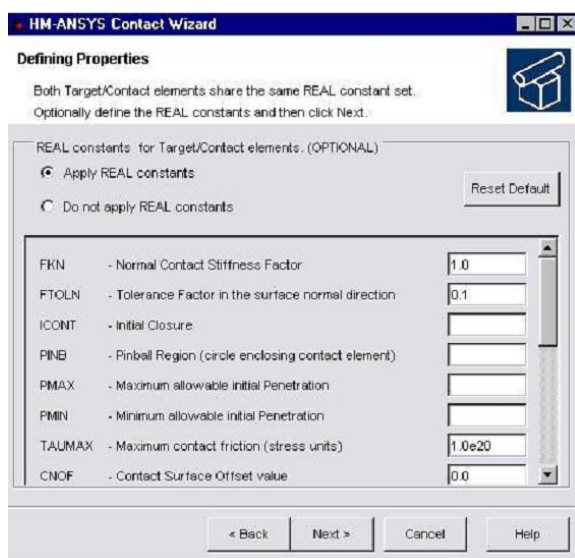

图 11-10 定义接触对属性
(1) 目标单元以及同其相配对的接触单元是通过相同的实常数来相关联的。这个实常数包括所有的为目标和接触单元设定的实常数，如图 11-10 所示。